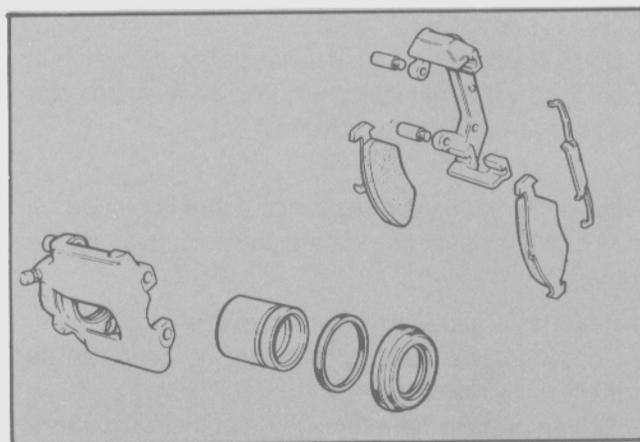

Fig. 40 - Componentes de la mordaza.
- Examinar que el pistón y el cilindro no presenten rayaduras. Si se presentan daños importantes por abrasión o corrosión, reemplazar el conjunto de mordaza completo (Fig. 40).